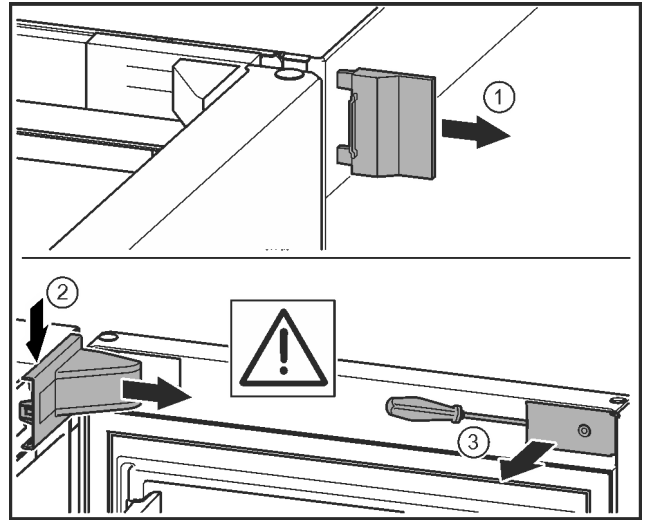

Fig. 11 \*
- ▶ 取下外盖。 Fig. 11 (1)\*
- ▶ 拆卸并松开托架盖。取下托架盖。 Fig. 11 (2)\*
- ▶ 使用带槽螺丝刀松开隔板并把它转到一边。 Fig. 11 (3)\*